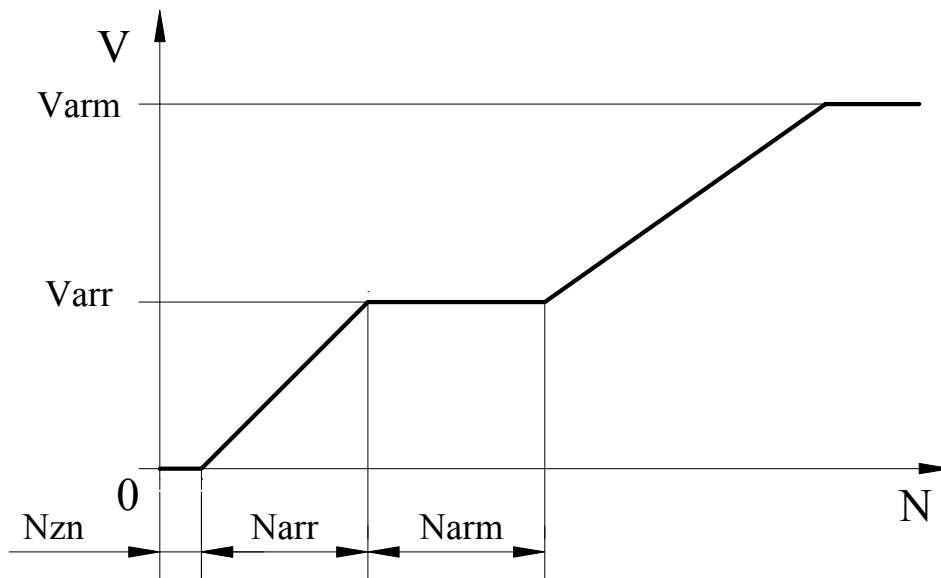

Рис.5. Скорости удержания в зависимости от модуля отклонения от точки удержания.
3.6.6.5. **Номер 4** – Varg (мм/сек) – малая скорость движения при удержании (арретировании) (**рис.5**).
3.6.6.6. **Номер 5** – Varm (мм/сек) – максимальная скорость движения при удержании (**рис.5**).
3.6.6.7. **Номер 6** – Narm (мм) – участок скорости движения при удержании, где $V=Varg$ (**рис.5**).